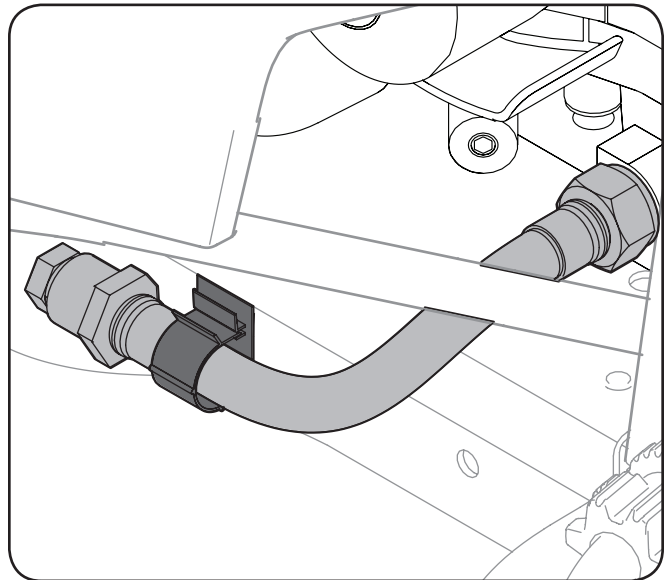

Figure 3-3
2. Avant d'installer le support avant droit (Réf. 6A), retirez l'attache et le boyau de vidange d'huile du châssis. Voir Figure 3-3. L'attache et le boyau de vidange d'huile s'installent dans le support avant droit.